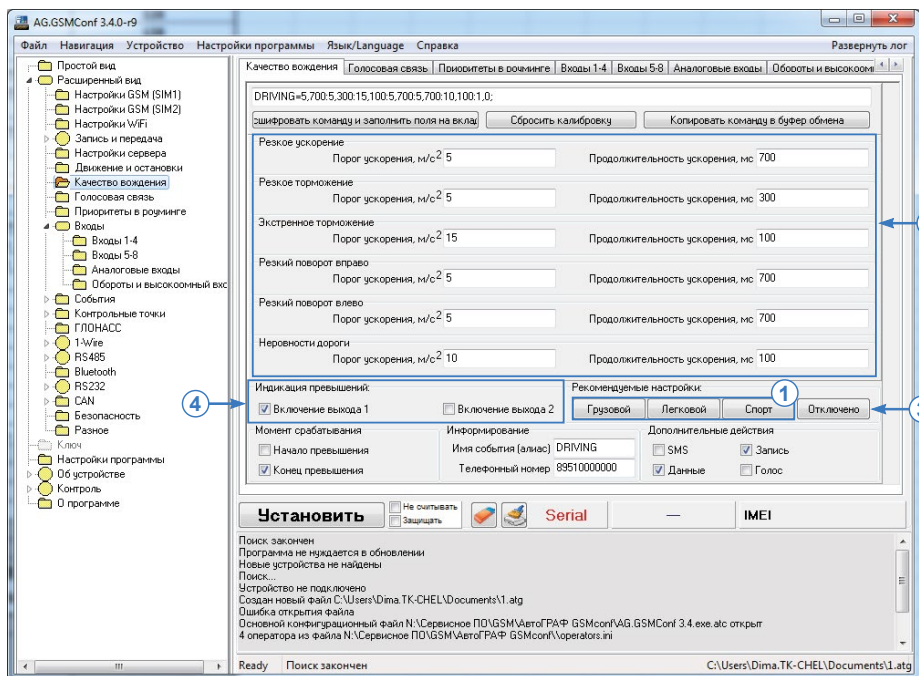

Рис.7. Настройка порогов ускорений.
1. Установка рекомендованных порогов. В программе «AG.GSMConf» предусмотрены рекомендуемые значения порогов в зависимости от типа транспортного средства (**Рис.7, п.1**): Грузовой, Легковой и Спорт (значения для спортивного стиля вождения с увеличенными порогом). При нажатии одной из кнопок, пороги для выбранного режима будут введены в соответствующие поля на вкладке.
2. Установка произвольных порогов, полученных опытным путем. Если рекомендованные настройки вам не подходят, то вы можете ввести нужные значения для каждого типа ускорения: введите «Порог ускорения», в m/c^2 и настройте минимальную длительность превышения («Продолжительность ускорения, мс» (в миллисекундах)) – **Рис.7, п.2**.
Для отключения режима установите большие пороги превышения и продолжительности или нажмите кнопку «Отключено» (**Рис.7, п.3**). При нажатии этой кнопки так же будут установлены большие пороги.
Для использования выходов для индикации установите галочку напротив опции «Включение выхода 1» или «Включение выхода 2» в зависимости от того, какой из выходов будет использоваться для индикации (Рис.7, п.4).